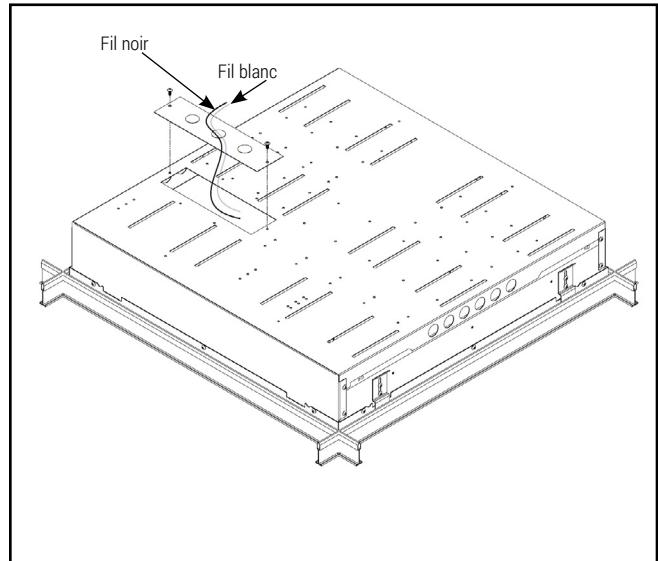

Figure 3.
2. Introduisez l'interrupteur d'alimentation électrique par l'entrée défonçable de 2,22 cm (0,875 po) de la plaque d'accès (figure 3).
4. Connectez les fils noir et blanc du conduit flexible de l'alimentation électrique du bâtiment, en respectant la correspondance des couleurs. Connectez la mise à la terre de l'alimentation électrique à la mise à la terre du luminaire. (Figure 3)